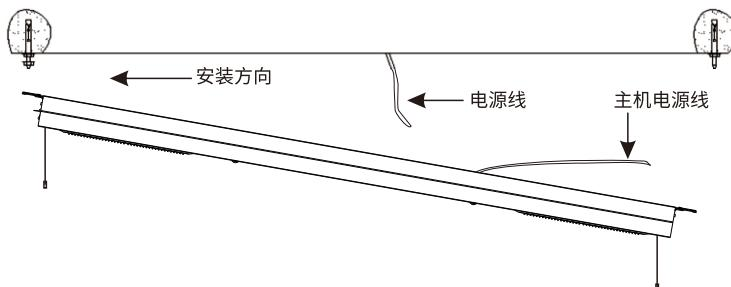

图2
- 5、拆下两端的端盖，小心托起主机，按图2所示，将主机一端插在两个膨胀螺丝的垫片上，接着托起另一端把垫片及螺母装上锁紧，然后，再把第一端的螺母拧紧。